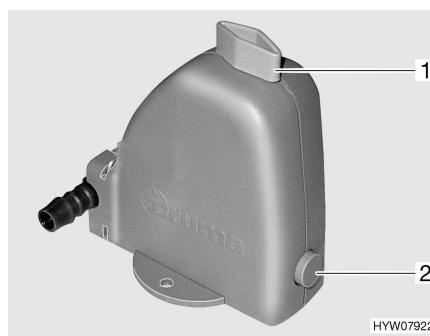

Fig. 84 Valvola di sicurezza/di scarico
Il riscaldamento è dotato di una valvola di sicurezza/di scarico (Fig. 84). La valvola di sicurezza/di scarico impedisce che l'acqua per la preparazione dell'acqua calda congeli in presenza di basse temperature esterne, quando il riscaldamento non è acceso.
- Chiudere la valvola di sicurezza/di scarico. A tal fine ruotare la manopola (Fig. 84,1) verticalmente rispetto alla valvola di sicurezza/di scarico e premere verso l'interno il bottone automatico (Fig. 84,2).
- Aprire la valvola di sicurezza/di scarico. A tal fine ruotare la manopola (Fig. 84,1) nel senso della lunghezza della valvola di sicurezza/di scarico. Il bottone automatico (Fig. 84,2) scatta all'esterno. Il serbatoio dell'acqua sanitaria viene svuotato verso l'esterno tramite la valvola di sicurezza/di scarico.